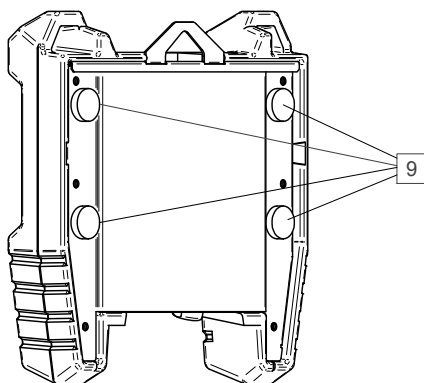

Figure 4
- Des pieds magnétiques en caoutchouc [9], qui sont utilisés pour fixer l'appareil à des éléments métalliques, par exemple au panneau avant de la source d'alimentation (Figures 4 et 5).